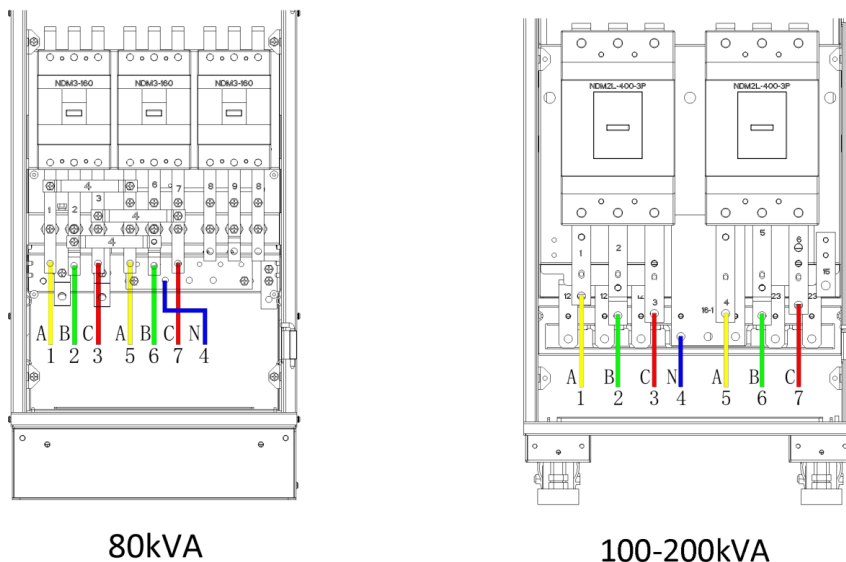

Figura 3-10 · Conexão dos cabos de entrada CA (alimentações separadas)
- Ligue os cabos de entrada de bypass aos bornes de distribuição de bypass A, B, C e N, nesta ordem, conforme a Figura 3-10.